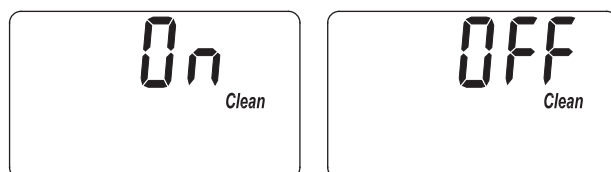

FIG. 28
1. Mantenga oprimido el botón PROGRAM (Programar) hasta que aparezca la pantalla que se indica en la Fig. 25. Cuando ello ocurra, oprima dos veces el botón PROGRAM (Programar) y aparecerá una de las dos pantallas que se indican en la Fig. 28.